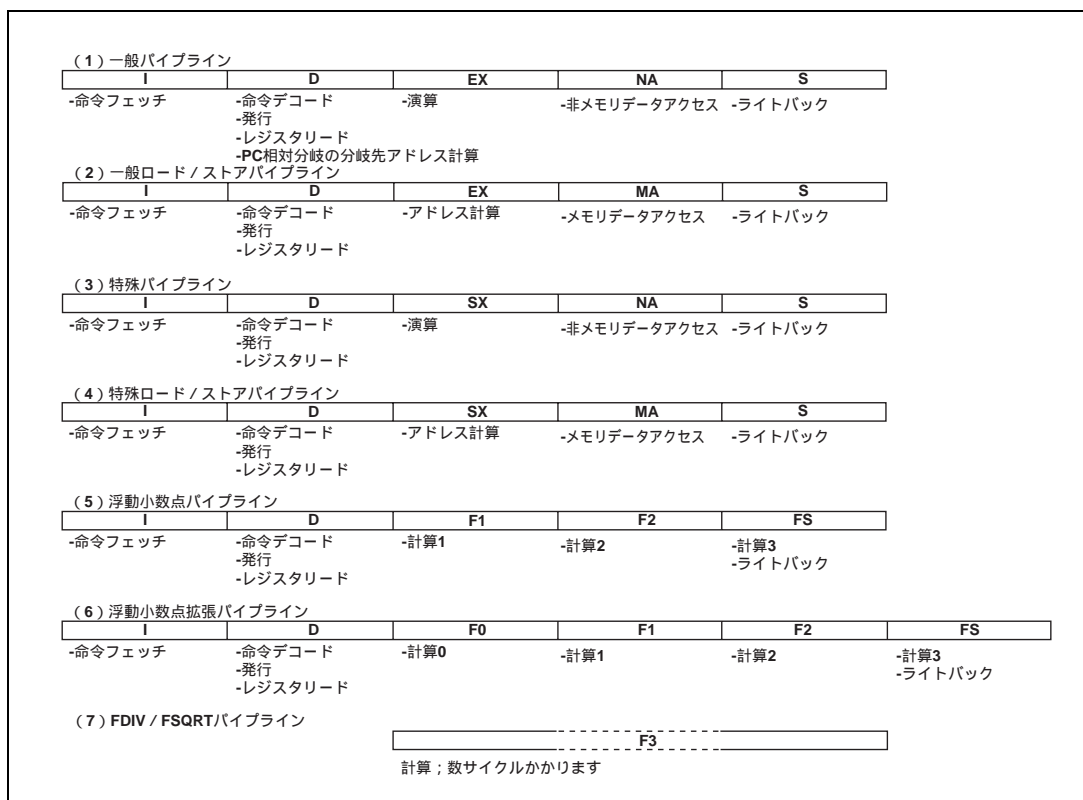

図 8.1 基本パイプライン
図 8.1 に基本パイプラインを示します。通常、パイプラインは命令フェッチ (I)、デコード・レジスタリード (D)、実行 (EX, SX, F0、F1、F2、または F3)、データアクセス (NA、または MA)、ライトバック (S、または FS) の 5、または 6 ステージから構成されます。1 つの命令は基本パイプラインの組み合わせとして実行されます。図 8.2 に命令実行パターンを示します。